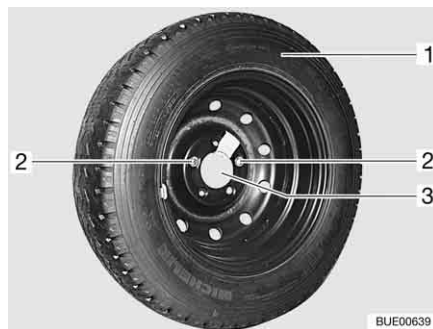

Bild 240 Reservhjulshållare i det bakre lastutrymmet
- Skruva ut och ta bort de båda fästskruvarna (Bild 240,2) med fordonsverktyget.
- Ta av reservhjulet (Bild 240,1) från hållaren (Bild 240,3).